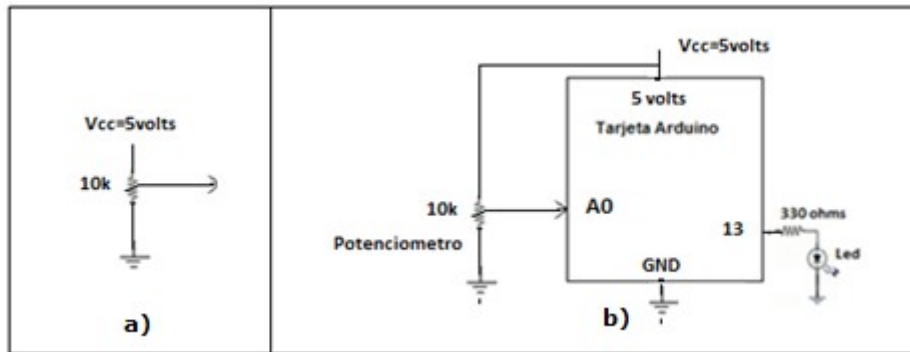

Figura 2.- Circuito para el análisis de entradas analógicas a Arduino.
- Si por ejemplo tenemos la lectura analógica de 512, entonces, estamos considerando que la señal analógica se encuentra justo a la mitad de su valor. Para clarificar este concepto consideremos el siguiente circuito, figura 2.